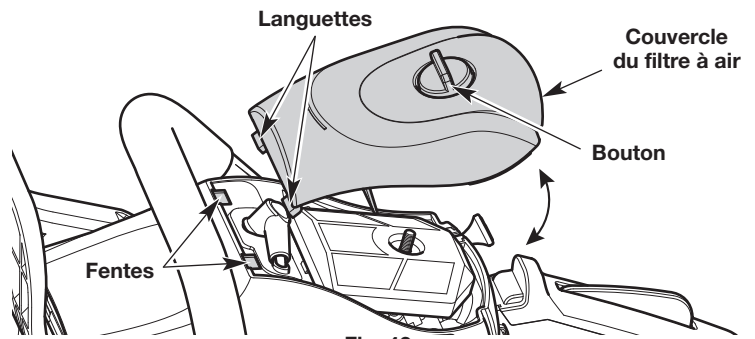

Fig. 42
1. Tournez le bouton situé sur le couvercle du filtre à air dans le sens antihoraire pour desserrer le couvercle (Fig. 42).
2. Retirez le couvercle du filtre à air (Fig. 42).
6. Remettez le couvercle du filtre à air sur l'appareil. Insérez les deux languettes du couvercle du filtre à air dans les deux fentes du carter de la scie à chaîne (Fig. 42).
2. Tournez le bouton situé sur le couvercle du filtre à air dans le sens antihoraire pour desserrer le couvercle (Fig. 42).
3. Retirez le couvercle du filtre à air (Fig. 42).
10. Remettez le couvercle du filtre à air sur l'appareil. Insérez les deux languettes du couvercle du filtre à air dans les deux fentes du carter de la scie à chaîne (Fig. 42).